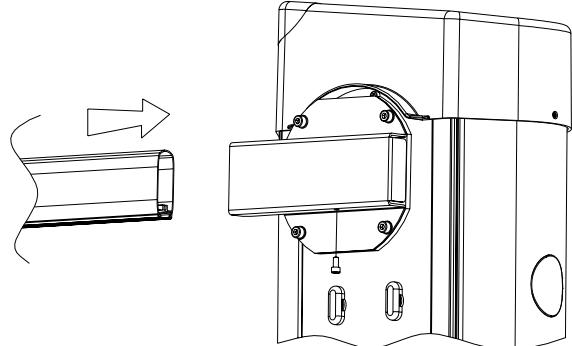

Abb. 6
- Den eckigen Schrankenbaum in den Bügel einführen, dabei das richtige Ende in den Schlitz stecken. Den Schrankenbaum bis zum Anschlag einführen. Mit 4 Schrauben M8 (Abb. 6) und den runden Schrankenbaum mit der M6x12 Schraube befestigen.